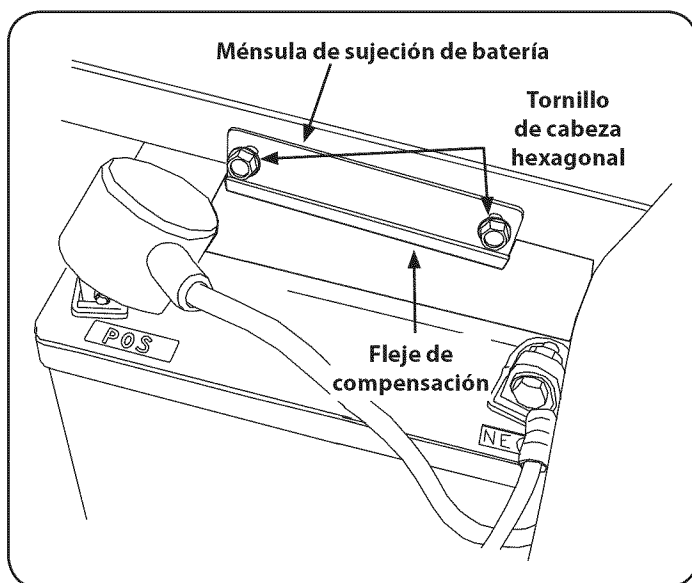

Figura 29
1. Retire los dos tornillos de cabeza hexagonal de repiqueteo de la batería de soporte de sujeción y retire el soporte. Tenga cuidado para evitar la pérdida de la moldura de la parte inferior del soporte. Consulte la Figura 29.